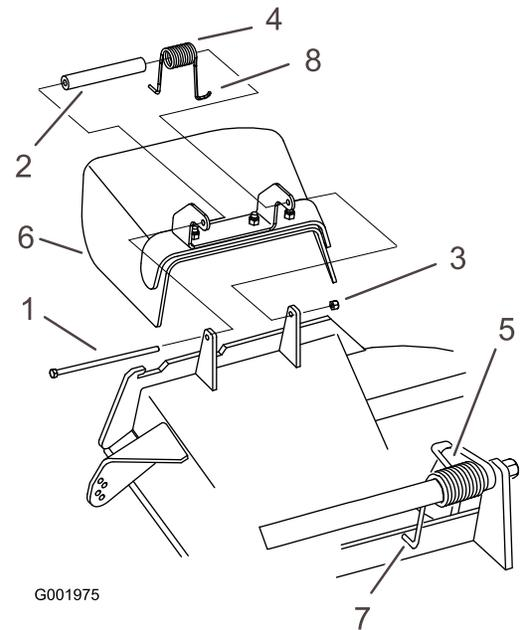

Figura 80
Nota: Asegúrese de colocar un extremo en J del muelle detrás del reborde de la carcasa antes de instalar el perno, según se muestra en Figura 80.
3. Instale el perno y la tuerca. Coloque un extremo en J del muelle alrededor del deflector de hierba (Figura 80).
1. Retire la contratuerca, el perno, el muelle y el espaciador que sujetan el deflector a los soportes de pivote (Figura 80). Retire el deflector de hierba dañado o desgastado.